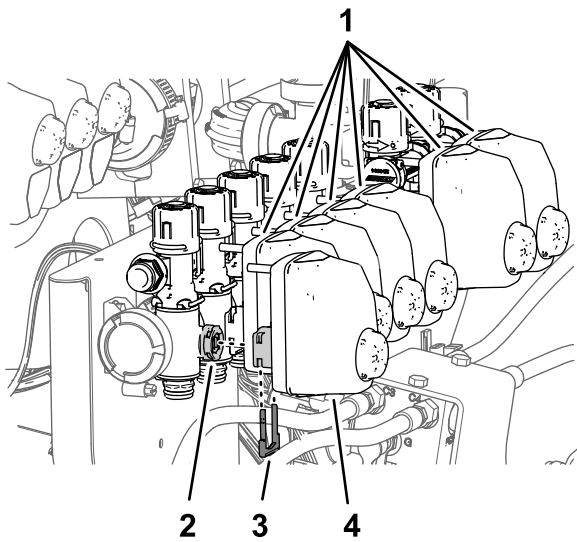

Figure 97
1. Retirez les étriers qui fixent les actionneurs aux vannes de buses 1 à 7 (Figure 97).
- Déposez les actionneurs des vannes de buses 1 à 7 (Figure 97).
- Fixez les actionneurs aux vannes de buses 1 à 7 (Figure 97) avec les étriers que vous avez retirés à l'opération 1.